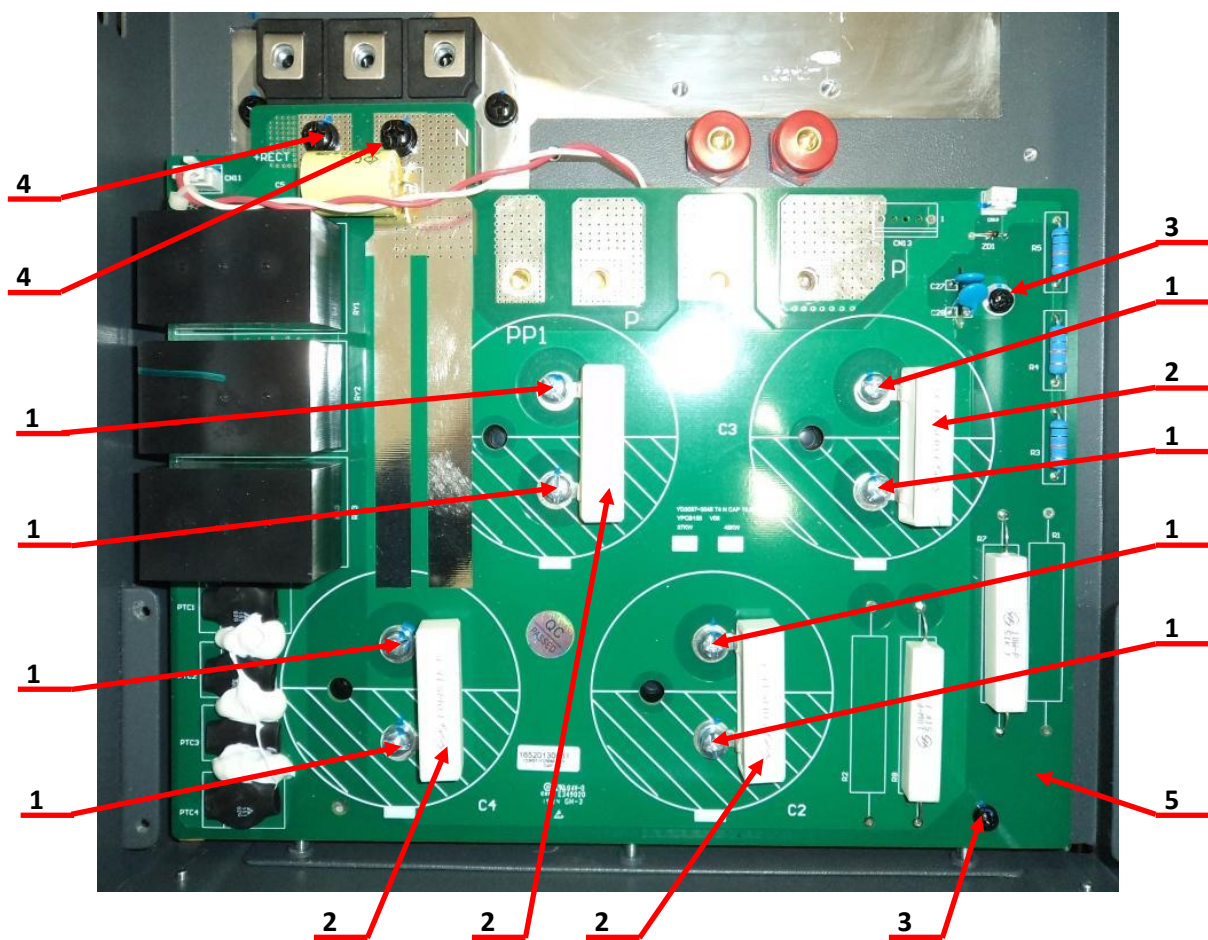

Рис.6.21
- 6.9.4. Открутить 8 винтов поз.1 и положить их в тару 3.1.17 (рисунок 6.21). Резисторы поз.2 положить в тару 3.1.16.
- 6.9.5. Открутить 2 винта поз.3 и положить их в тару 3.1.17.(рисунок 6.21).
- 6.9.6. Открутить 2 винта поз.4 и положить их в тару 3.1.17.(рисунок 6.21).